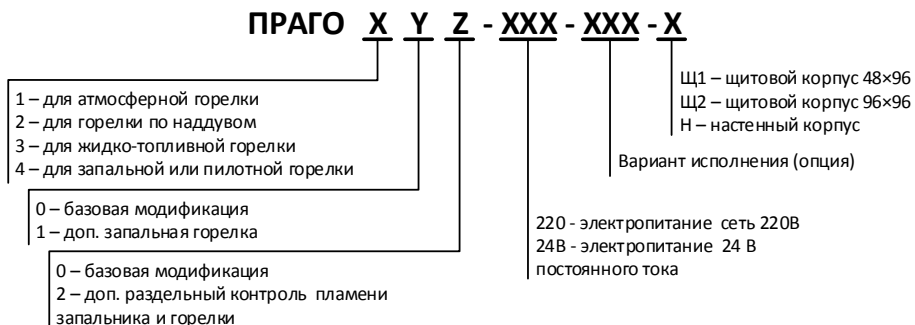

Рис. 1: Расшифровка кода модификации.
2.9 Информация о модификации автомата горения зашифрована в коде полного условного обозначения (см. рис. 1).